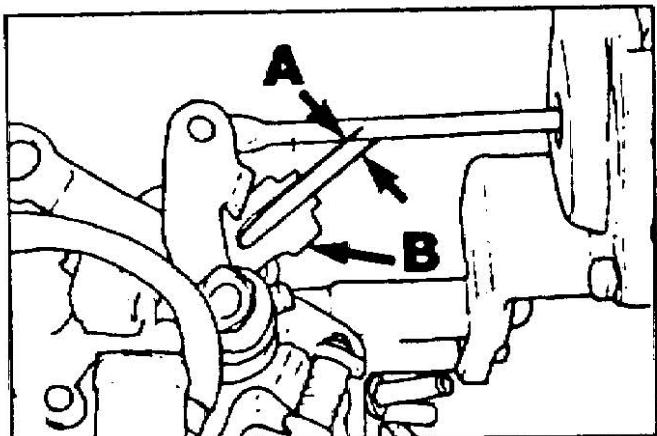

Рис. 7 Установка частоты вращения холостого хода холодного двигателя
- Если величина зазора выходит за допустимые пределы, произведите регулировку уменьшая или увеличивая зазор "A" на вилке (B, Рис. 7).